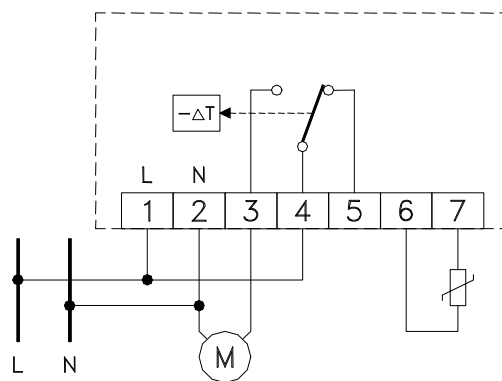

Fig. 2: Inkopplingschema (alt. med extern givare)
- Gör de elektriska anslutningarna till plintarna på kretskortet (se schema fig. 2).
- Det är möjligt att begränsa börvärdesrattens inställningsområde. Vid leverans sitter ett par små plastpinnar (7) till vänster om inställningsrattens axel. Flytta dessa till nya önskade lägen (6), se exempel nedan. Här utgör (5) det valda begränsade nya inställningsområdet.
Termostat TAE S13 - elektrisk inkoppling till t ex en värme-panna (se fig. 2):
Pumpen stannar när rumstemperaturen överstiger börvärdet. Pumpen kopplas till plintarna nr 2 och nr 3, enligt fig. 2.